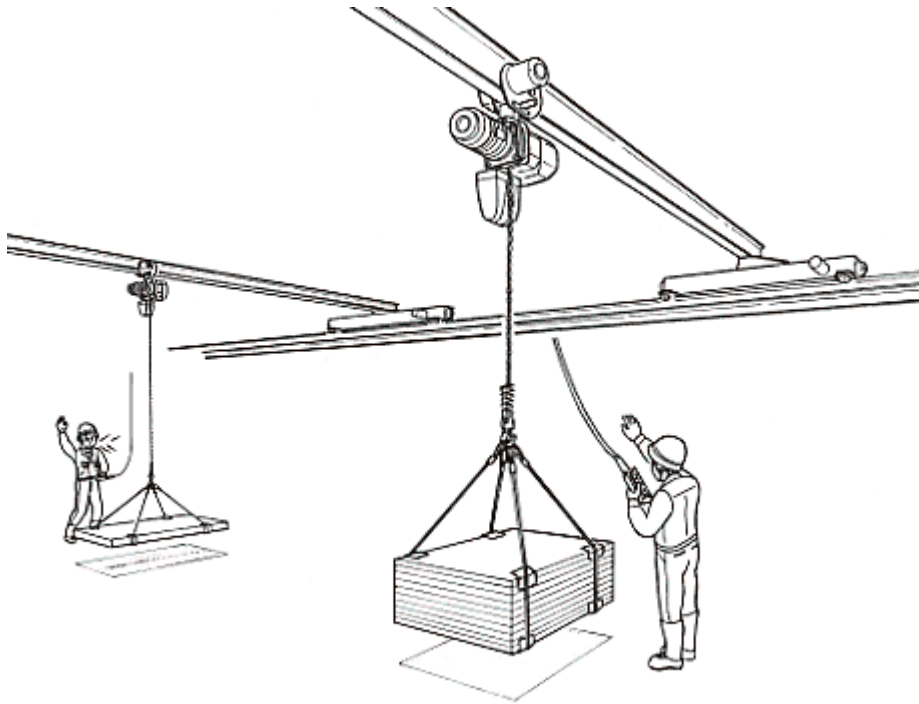

図9 同一ランウェイ上のクレーン
(7)同一ランウェイ上に2台以上のクレーンがある場合、互いに十分注意して運転しなければなりません。具体的には隣接クレーンに接近する際は、警報などにより相手にこちらの存在を認識させるようにするなどの安全対策が必要です。(図9)